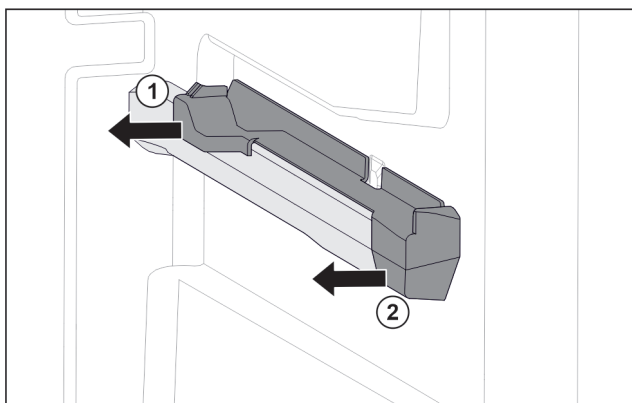

Fig. 107 Natični nastavek na desnemu nastavku za posodo
- ▶ Natični nastavek zadaj izvlecite v stran. Fig. 107 (1)
- ▶ Natični nastavek spredaj izvlecite v stran. Fig. 107 (2)